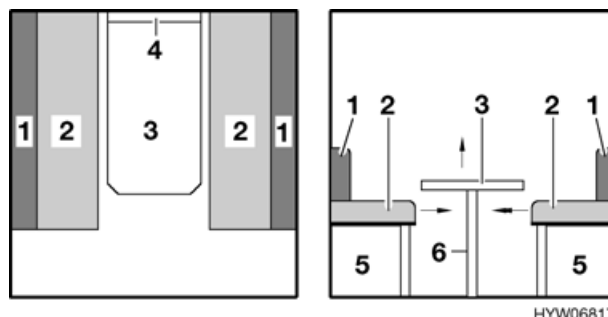

Fig. 46 Prima della trasformazione
- Sollevare leggermente il piano del tavolo in avanti (Fig. 46,3).
- Rimuovere il piede del tavolo (Fig. 46,6).
- Alzare il piano del tavolo di circa 45° e sollevarlo dalla guida di supporto (Fig. 46,4) e riporre il piano del tavolo da parte. Il tavolo non è necessario per la trasformazione dei letti.